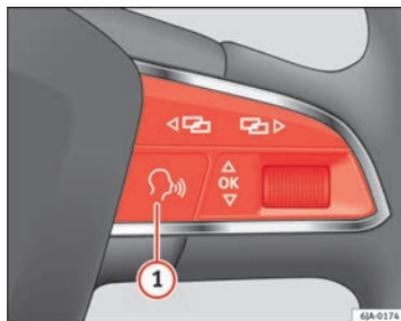

Fig. 41 Volante multifunções: controlo por voz
Pressione brevemente o botão  ① ⇒ Fig. 41 no volante multifunções.
Se o sistema estiver a reproduzir uma mensagem, é necessário finalizar a mensagem que se está a reproduzir pressionando brevemente o botão  ① ⇒ Fig. 41 do volante multifunções.
- pressionando brevemente o botão  ① ⇒ Fig. 41 no volante multifunções.